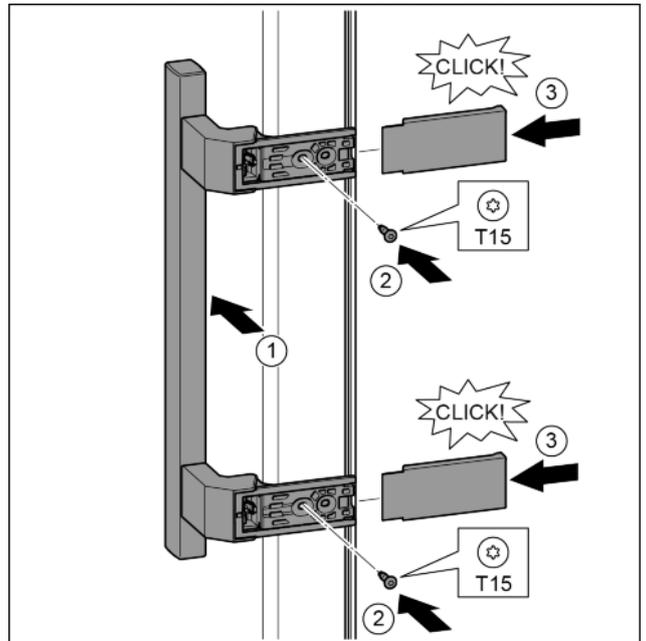

Fig. 35
- ▶ Griff auf der Gegenseite ansetzen. *Fig. 35 (1)*
- ▶ Schrauben mit Schraubendreher T15 festschrauben. *Fig. 35 (2)*
- ▶ Abdeckungen seitlich ansetzen und aufschieben. *Fig. 35 (3)*